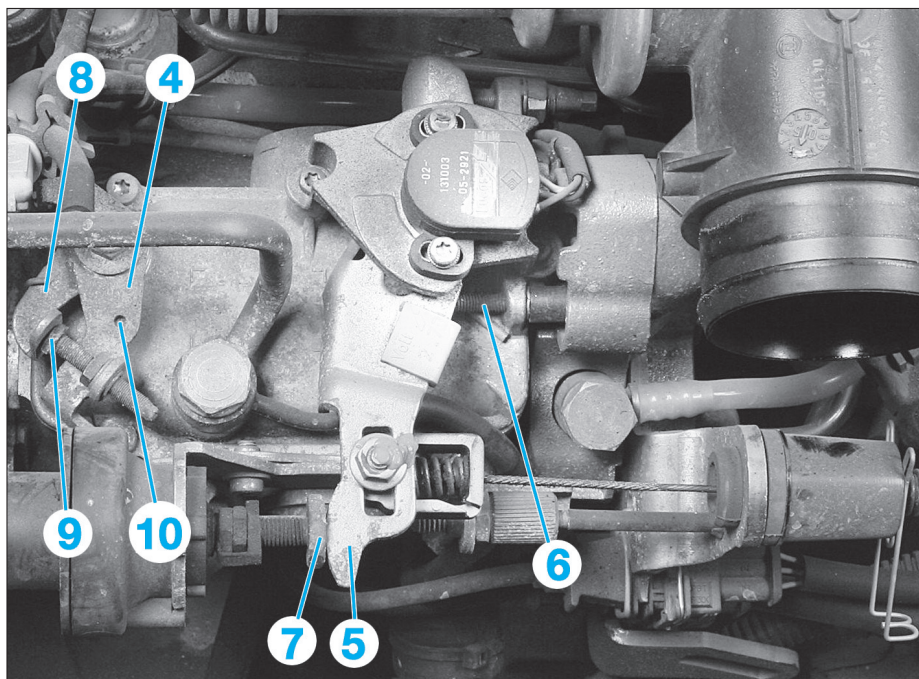

FIG. 28
- Vérifier que le levier (4) est en butée à droite (Fig.28).
- le levier (4) (Fig.28).
- Vérifier que le levier (5) est en appui sur la butée (6) sinon modifier la position de l'épingle (Fig.28).
- Contrôler que le levier (5) est en appui sur la butée anticalage (7), en position de ralenti.
- Placer une cale de 3 mm entre le levier de charge (5) et la butée anticalage (7) (Fig.28).
- Pousser le levier de stop (8).
- Déplacer le levier de charge (5) pour obtenir un régime moteur de 3 000 tr/min (Fig.28).
- Lâcher le levier de charge (5).